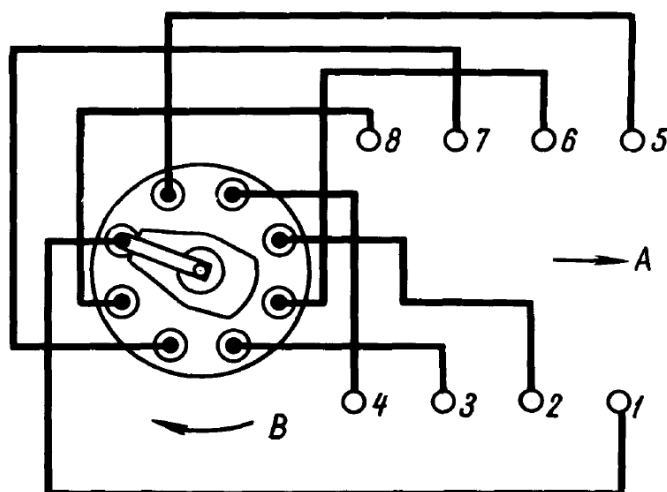

Рис.38. Подсоединение проводов от распределителя к свечам:
8. Установить крышку и подсоединить провода высокого напряжения от свечей в порядке 1-5-4-2-6-3-7-8, как указано на рис.38.